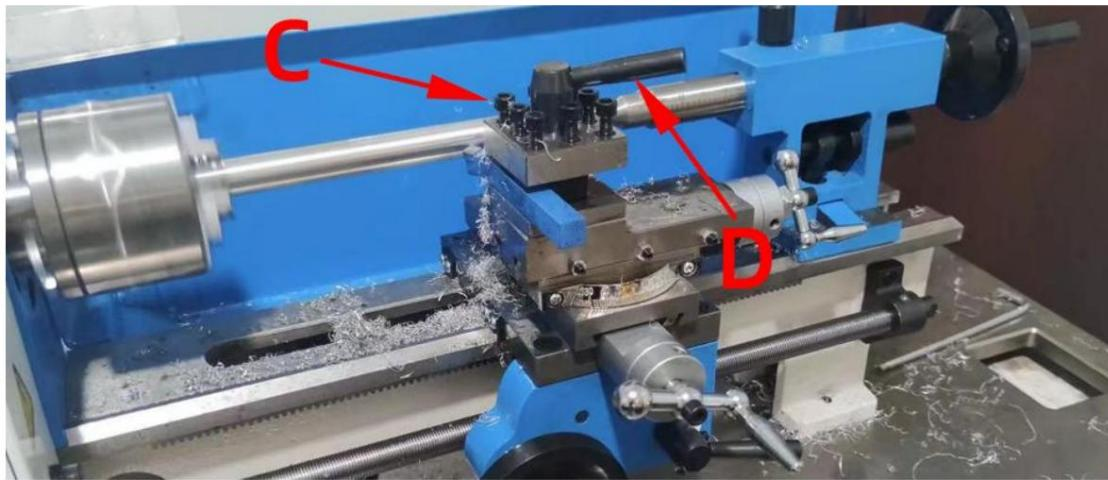

Fig.5 Regolazione del supporto utensile
Quando si regola la posizione del portautensili, è sufficiente allentare la leva mostrata in (D) della Fig. 5. Dopo aver terminato, assicurarsi di stringere. Se si intende sostituire la fresa, è necessario allentare le viti di (C) con la chiave a brugola in dotazione.